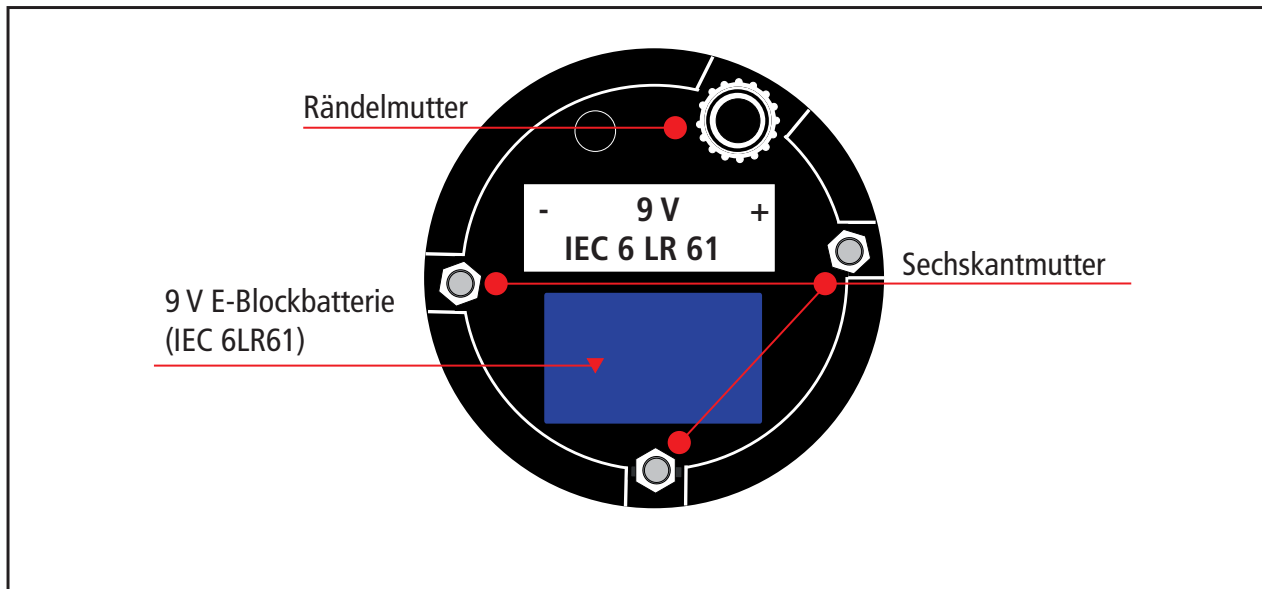

Fig. 9.5 Unterseite Elektronikteil
- 9.5 Vor dem Zusammenbau des Anzeigerätes müssen die mit dem Elektronikteil verschraubten Sechskantmutter sowie die Rändelmutter auf festen Sitz hin überprüft werden. Bei losen oder fehlenden Muttern (Sechskantmutter oder Rändelmutter) ist der Spannungsprüfer (das Anzeigerät) der weiteren Anwendung zu entziehen und zur Reparatur an DEHN+SÖHNE zu senden (siehe Fig. 9.5)!